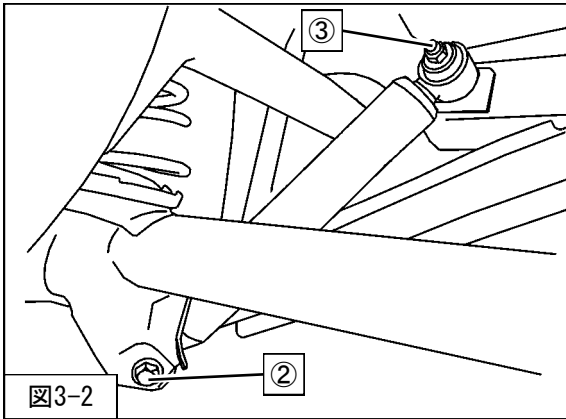

図3-2
3. ②リアショックアブソーバASSYロア取付ボルト
③リアショックアブソーバASSYアッパー取付ナットを取外してください。(図3-2)